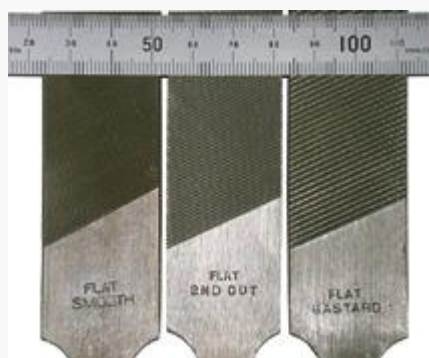

Рис. 5. Виды напильников: а — бархатный; б — личный; в — драчѳвый
3. **По числу зубьев на 10 мм длины** промышленность выпускает напильники шести номеров — 0, 1, 2, 3, 4, 5. Напильники номер 0 и 1 — **драчѳвые** — имеют крупную насечку: 5...12 зубьев на 10 мм длины. Их применяют для грубой обработки. Толщина снимаемого слоя металла за один ход драчѳвого напильника 0,2...0,5 мм (рис. 5, в).
Напильники номер 2 и 3 — **личные** — имеют среднюю насечку: 13...26 зубьев на 10 мм длины. Этими напильниками работают, когда основной слой металла уже снят драчѳвым напильником. Толщина снимаемого слоя металла за один ход личного напильника 0,1...0,3 мм (рис. 5, б).
Напильники номер 4 и 5 — **бархатные** — имеют насечку 42...80 зубьев на 10 мм длины и применяются для чистовой доводки и шлифования поверхностей. Они снимают слой металла толщиной 0,005...0,01 мм (рис. 5, а).